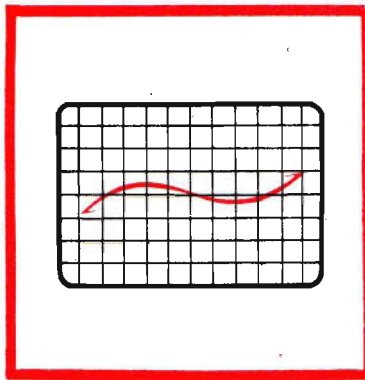

Fig. 3 - Segnale di bassa frequenza del canale di destra.
**Fig. 3 -** In questo disegno viene proposta, al lettore, una pratica soluzione del sistema di accensione dei tre gruppi di lampade diversamente colorate. Le lampade potranno essere fissate lungo le pareti di una stanza, nel modo ritenuto più suggestivo.